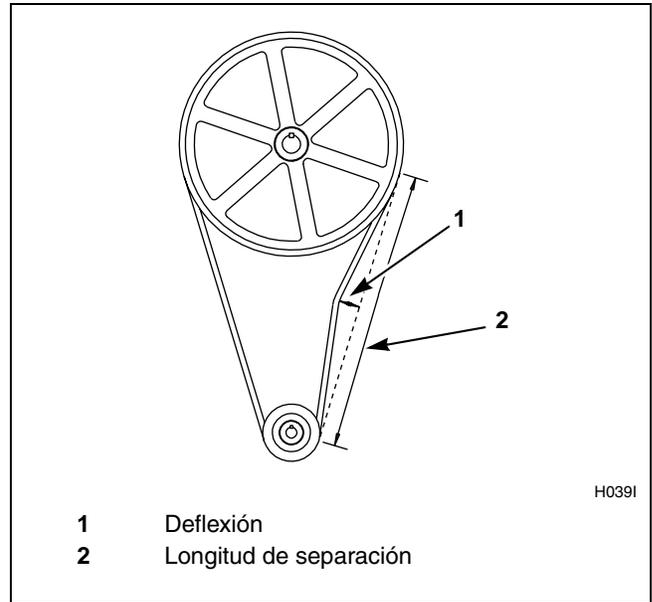

Figura 16
d. Para los modelos de velocidad variable **solamente**, verifique que las correas trapeciales estén bien tensas ejerciendo una fuerza fija en la correa y midiendo la flecha para determinar la tensión de la misma. Consulte en la *Tabla 3* las gamas de tensión aceptables de la correa. Se deben medir las tensiones de la correa tan cerca del centro de la longitud de separación de la correa como sea posible. Consulte la *Figura 16*.